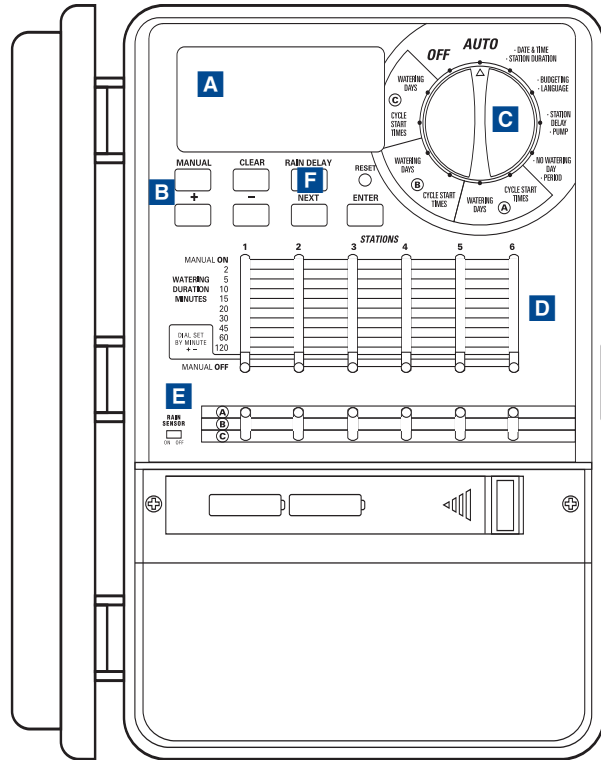

Abbildung 1: Vorderansicht der Bewässerungsuhr
- Batteriedeckel nach links schieben [siehe Abbildung 1].